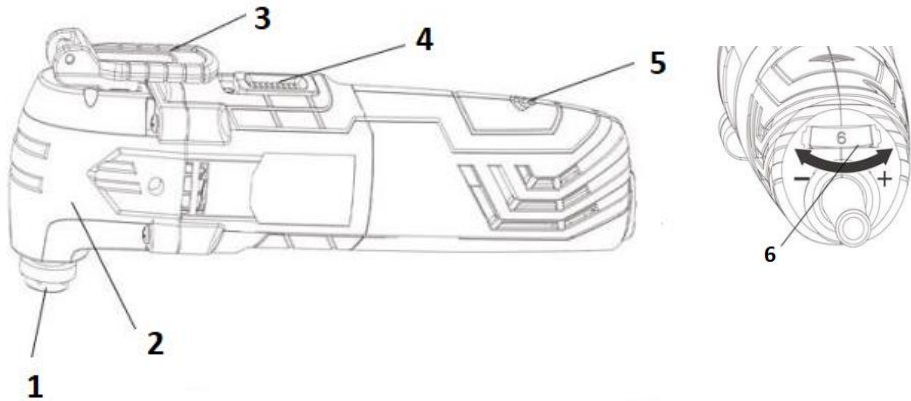

Рисунок 1
2.2.1 Конструкція виробу складається з редуктора в металевому корпусі (2), який приєднаний до пластикового несучого корпусу з колекторним двигуном змінного 1-фазного струму, перемикачем (4), мережевим шнуром живлення згідно з рис.1. Вихідний вал редуктора розташований перпендикулярно осі двигуна і є робочим шпинделем для приєднання змінних насадок (1) з фіксацією затискною гайкою. На металевому корпусі (2) виконані нарізні монтажні отвори для встановлення передньої рукоятки. Електрична частина виробу складається з колекторного однофазного електродвигуна змінного струму, вимикача електроструму, індикатора живлення (5) з'єднувальних проводів і мережевого шнура. Захист від ураження електричним струмом користувача у виробу відповідає класу II за ДСТУ EN 61140:2015.
- ✓ переведіть важіль (1, рис. 1) у робоче положення для зміни насадки (Рис 2.1);
- ✓ переведіть важіль (1) у робоче початкове положення (Рис 2.1, 2.4).